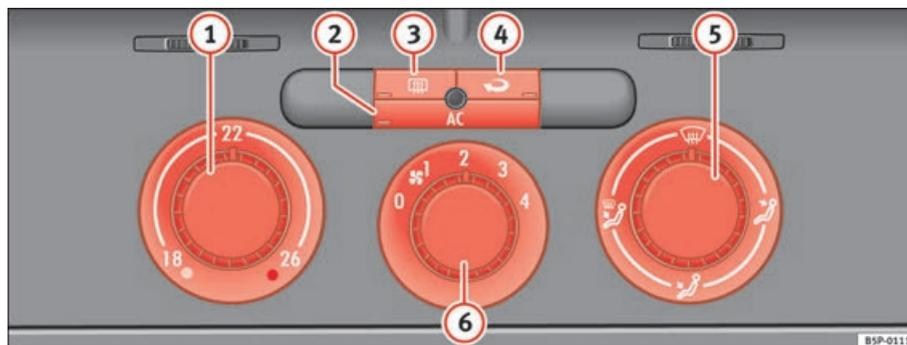

Fig. 130 Sur le tableau de bord : éléments de commande du Climatic
- Tournez le régulateur de température ⇒ fig. 130 ① vers la droite pour sélectionner la puissance calorifique souhaitée.